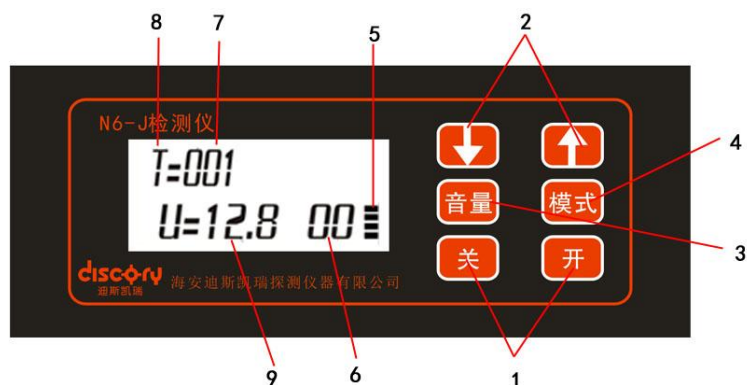

图 3 检测仪面板示意图
3、检测仪：检测仪和检漏线配合使用，用于检测防腐层破损点及破损点大小分级。其功能示意如图 3 所示。